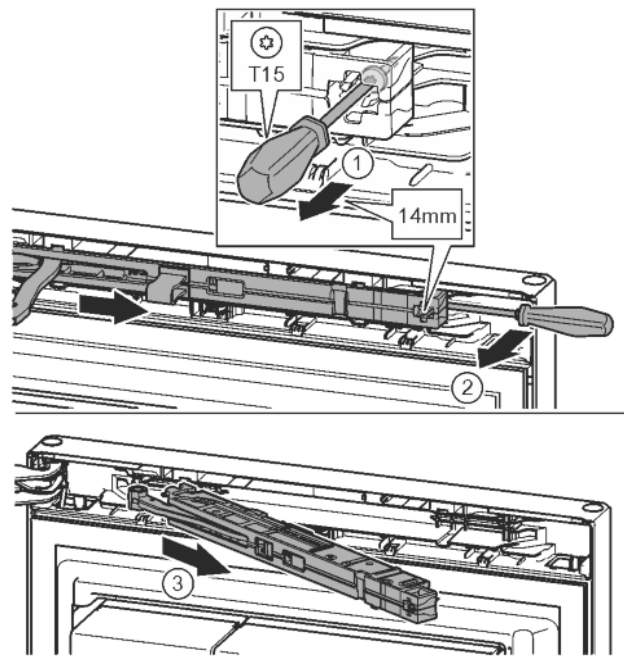

Fig. 15
- ▶ Schroef op de sluitdemperenheid met schroevendraaier T15 ca. 14 mm losdraaien. Fig. 15 (1)
- ▶ Een schroevendraaier aan de kant van de handgreep achter de sluitdemperenheid plaatsen en naar voren draaien. Fig. 15 (2)
- ▶ Sluitdemperenheid eruit trekken. Fig. 15 (3)